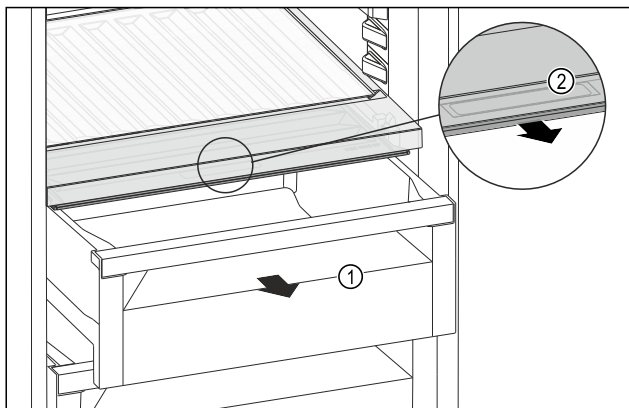

Fig. 223
- Estrarre il cassetto Fig. 223 (1).
- Afferrare la maniglia incassata Fig. 223 (2) sul coperchio dello scomparto e tirare allo stesso tempo in avanti il coperchio dello scomparto.